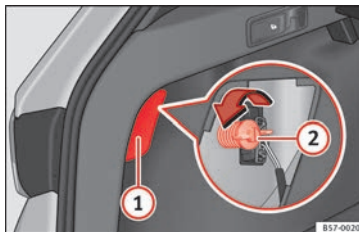

Abb. 110 Gepäckraum: Zugang zur Befestigungsschraube der Heckleuchte
3. Hebeln Sie die Abdeckung an der Aussparung » **Abb. 110** (1) mit dem flachen Teil des Schraubendrehers ab.
5. Schrauben Sie mit der Hand oder mit Hilfe eines Schraubendrehers die Befestigungsschraube der Leuchte » **Abb. 110** (2) heraus.